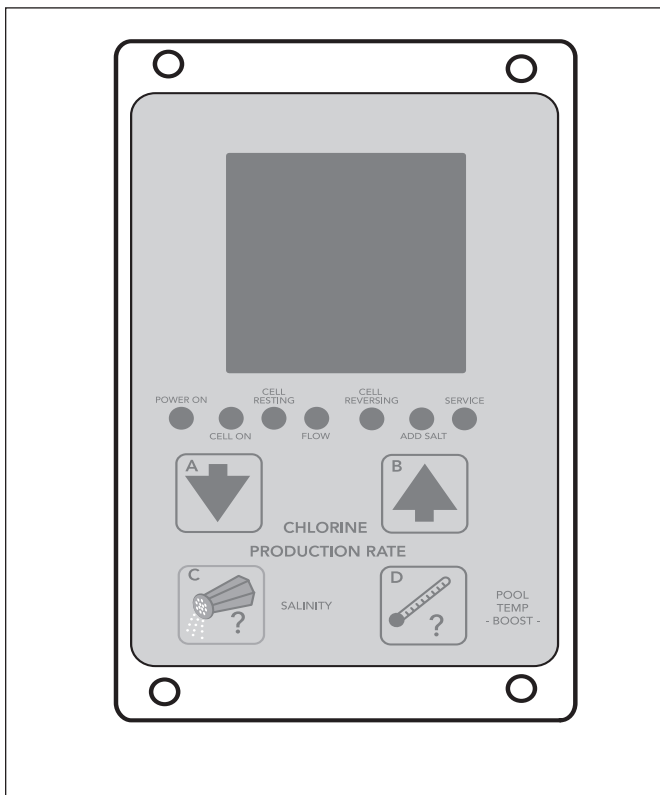

Figure 17. Interface utilisateur
**REMARQUE** L'interface utilisateur est située dans le centre d'alimentation/de commande. Pour accéder au panneau de commande, ouvrir la porte du centre d'alimentation/de commande. Voir la Figure 17.